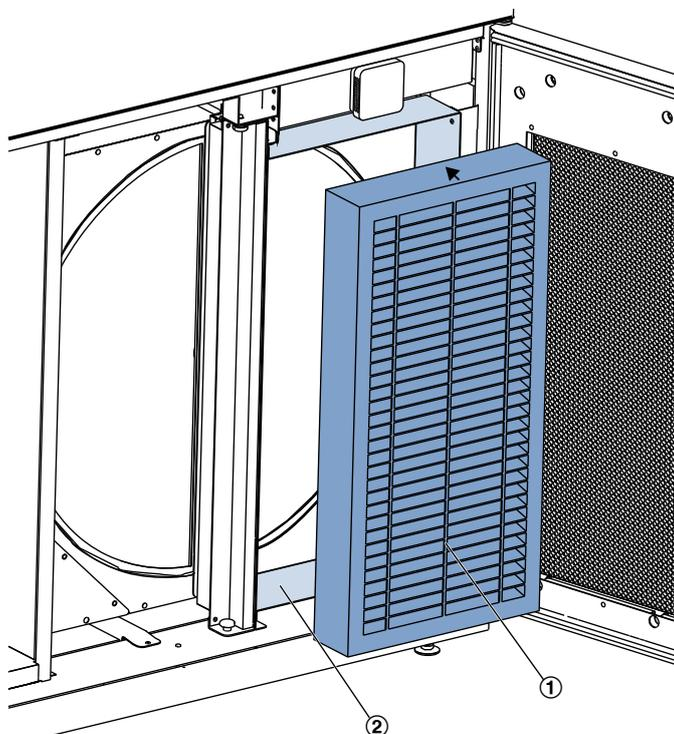

Abb. 58: Abluftfilter
4. ▶ Abluftfilter ( Abb. 58 /1) aus dem Filtereinschub ( Abb. 58 /2) herausziehen.